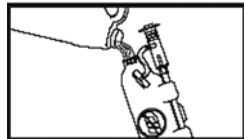

Figura 3
4. Agregue la solución de limpieza (Figura 3). Consulte las instrucciones del fabricante para obtener información sobre las especificaciones y el uso adecuado de la solución de limpieza.